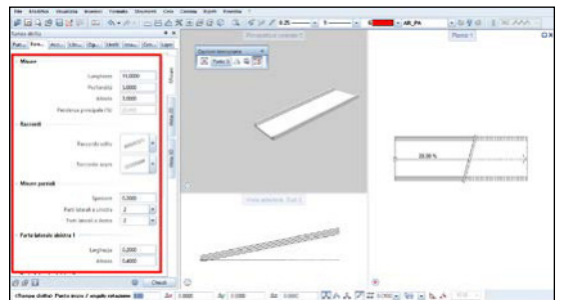

Fig. 44
- Nella sezione vista 2D e 3D si potrà inoltre modificare la resa grafica (Fig. 44).